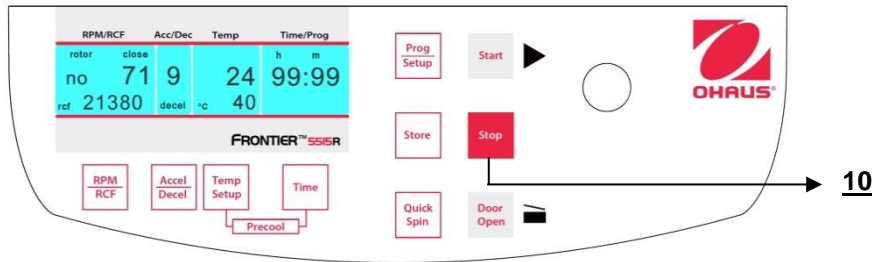

Abbildung. 27
Mit der Taste "**Stop**" (10) (siehe Abbildung 27) können Sie den Durchlauf jederzeit unterbrechen. Nachdem Sie die Taste gedrückt haben, wird sich die Zentrifuge mit der vorab ausgewählten Intensität bis zum Stillstand verlangsamen.